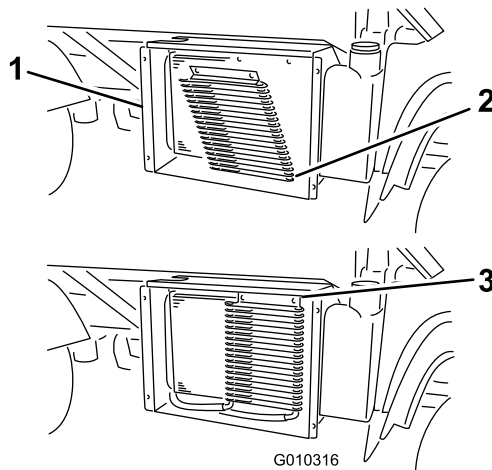

**図 52**
5. ラジエタースクリーンのラッチを外して、ラジエター前面から外す 図 52。